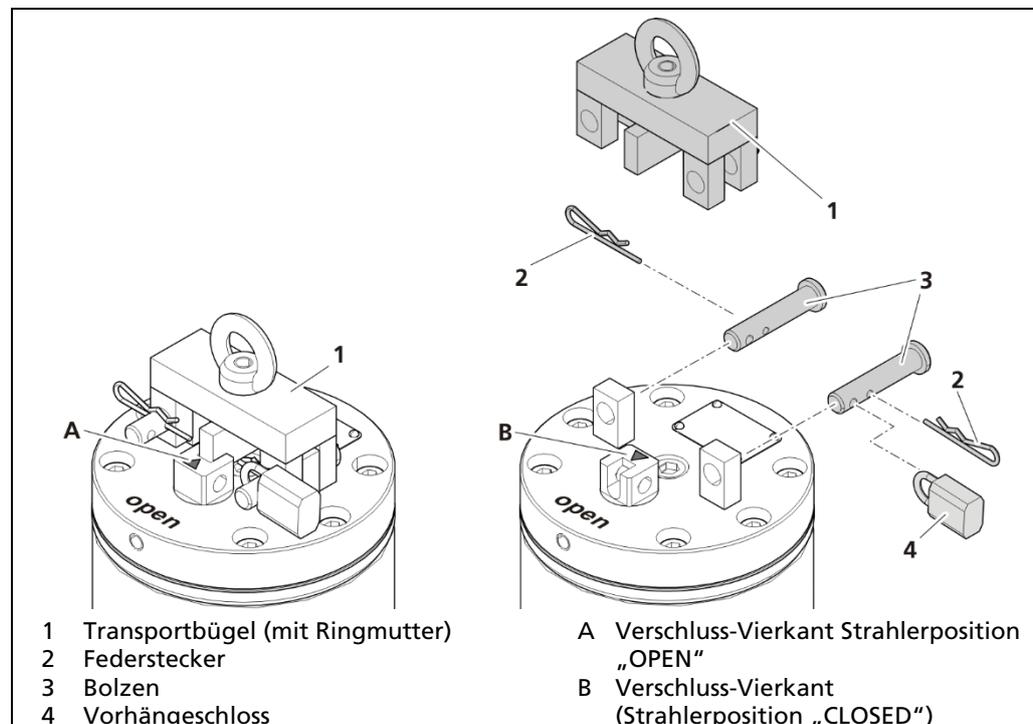

Abb. 5 Arbeitsabschirmung mit Transportbügel und Strahler.
2. Prüfen Sie, ob die Arbeitsabschirmung geschlossen und gesichert ist (der Pfeil auf dem Verschluss-Viereck muss in die Position „CLOSED“ (Abb. 5, A) zeigen und der Transportbügel (Abb. 5, Pos.1) muss montiert sein).
9. Entfernen Sie die Transportsicherung (Abb. 5, Pos.2, Pos.3, Pos.4) und den Transportbügel (Abb. 5, Pos.1) und öffnen Sie die Stranggussabschirmung erst unmittelbar vor der Inbetriebnahme des Messsystems.
10. Zum Öffnen drehen Sie den Verschluss-Vierkant in Position „OPEN“ (Abb. 5, B).